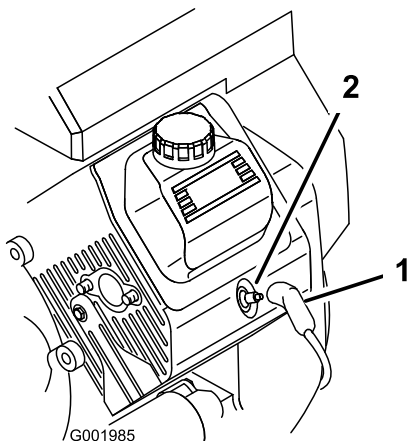

Figura 44
3. Desconecte los cables de las bujías (Figura 44).
3. Conecte los cables a las bujías (Figura 44).